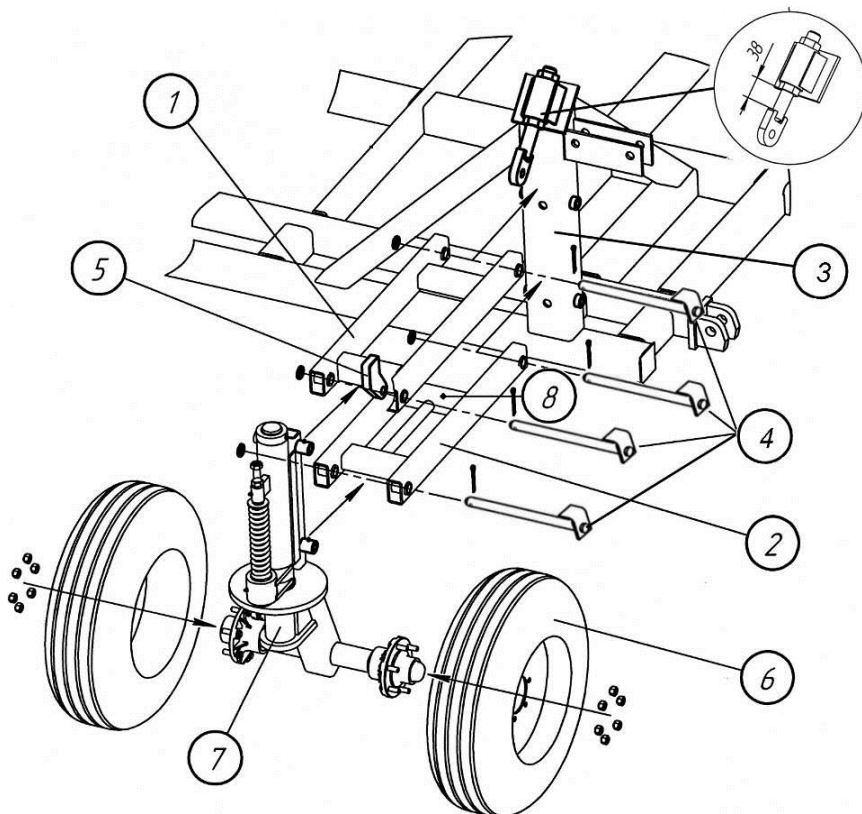

Рис. 4.4.1. Сборка передней подвески
**4.4.1.** Закрепите верхнюю 1 и нижнюю 2 переключины на стойке главной рамы 3, установив пальцы 4 (Ø25,4х356), шайбы и шплинты Ø5х63, как показано на рис. 4.4.1.